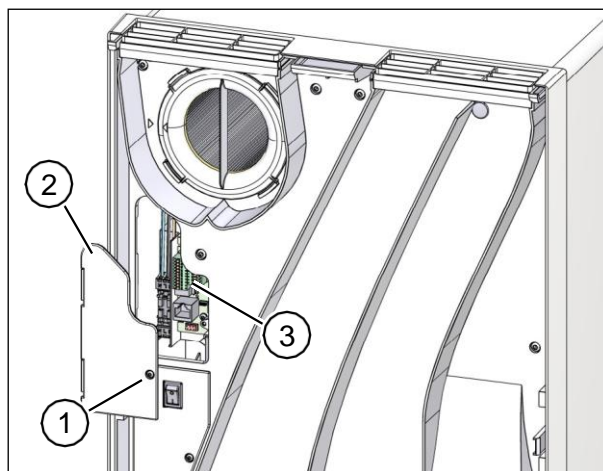

Рис. 26: Демонтаж захисної панелі секції електроніки
- ▶ За допомогою викрутки відкрутіть зіркоподібний гвинт (пункт 1 на Рис. 26) захисної панелі установки електроніки (пункт 2 на Рис. 26)
- ▶ Зніміть захисну панель блоку електроніки для доступу до плати підключення (пункт 3 на Рис. 26).